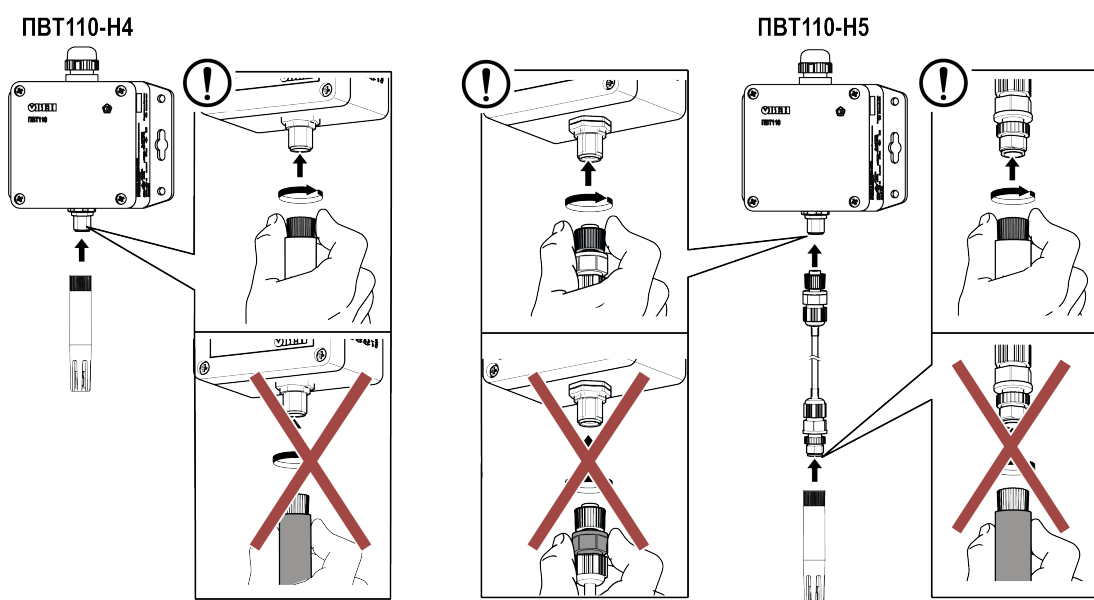

Рисунок 7.4 – Подсоединение зонда к разъему прибора
2. Подсоединить зонд к разъему прибора, см. рисунок 7.4. Для исполнения Н5 подсоединить зонд к кабелю из комплекта поставки, затем подключить кабель к прибору.